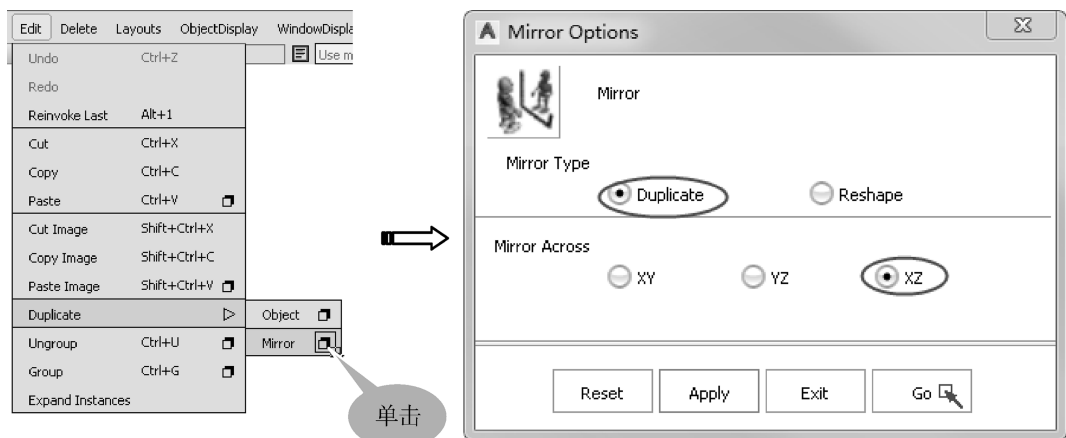

图 2-60 镜像选项对话框
- 20 单击菜单栏中【Edit】|【Duplicate】|【Mirror】右边的图标，打开【Mirror Options】（镜像选项）对话框，设置参数，如图 2-60 所示。